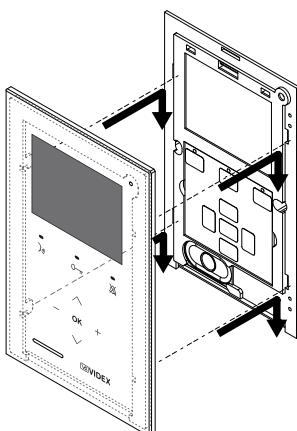
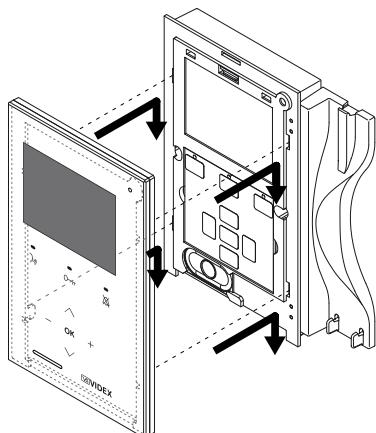
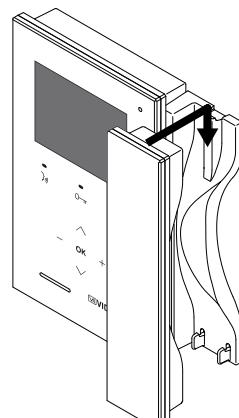

Fig. 4
Fig. 4a
Fig. 4b
4. Fissato il videocitofono alla scatola da incasso, avvicinare la placca frontale al videocitofono inserendo i 4 ganci nelle rispettive fessure quindi fissare la stessa spingendola verso il basso come mostrato in **Fig. 4**;
4. Fissato il videocitofono a parete, avvicinare la placca frontale al videocitofono inserendo i 4 ganci nelle rispettive fessure quindi fissare la stessa spingendola verso il basso come mostrato in **Fig. 4a** e agganciare la cornetta come mostrato in **Fig. 4b**;
- Rimuovere la placca frontale procedendo al contrario di come mostrato nelle **Fig. 4 e Fig. 4a**;
- Agganciare la placca come mostrato nelle **Fig. 4 e Fig. 4a** prima che si spenga il display;